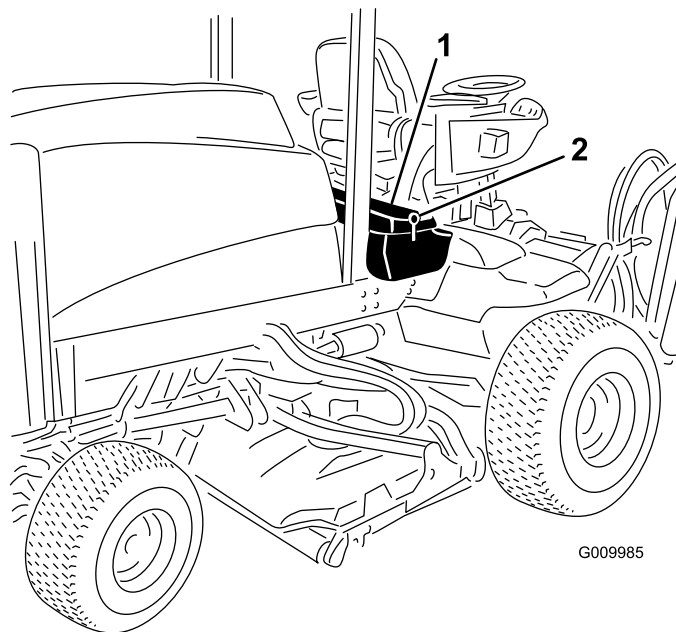

Figura 37
1. Desbloquee e eleve o painel da consola do operador (Figura 37).